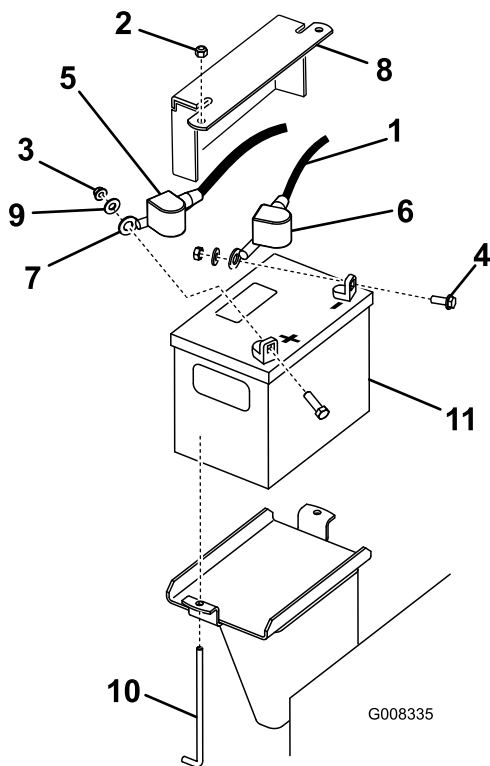

Figura 37
- Levante la cubierta de goma negra del cable negativo. Desconecte el cable negativo del borne negativo (-) de la batería (Figura 37).
- Retire el protector de borne rojo del borne positivo (+) de la batería y, a continuación, retire el cable positivo (rojo) (Figura 37).
- Retire la pletina de sujeción, los pernos en J y las contratuercas que sujetan la batería (Figura 37) y retire esta última.
1. Usando las fijaciones que retiró anteriormente, conecte el cable positivo (rojo) al borne positivo (+) de la batería (Figura 37).
3. Usando las fijaciones que retiró anteriormente, conecte el cable negativo (negro) al borne negativo (-) de la batería (Figura 37).
4. Sujete la batería con la barra y las tuercas de orejeta (Figura 37).